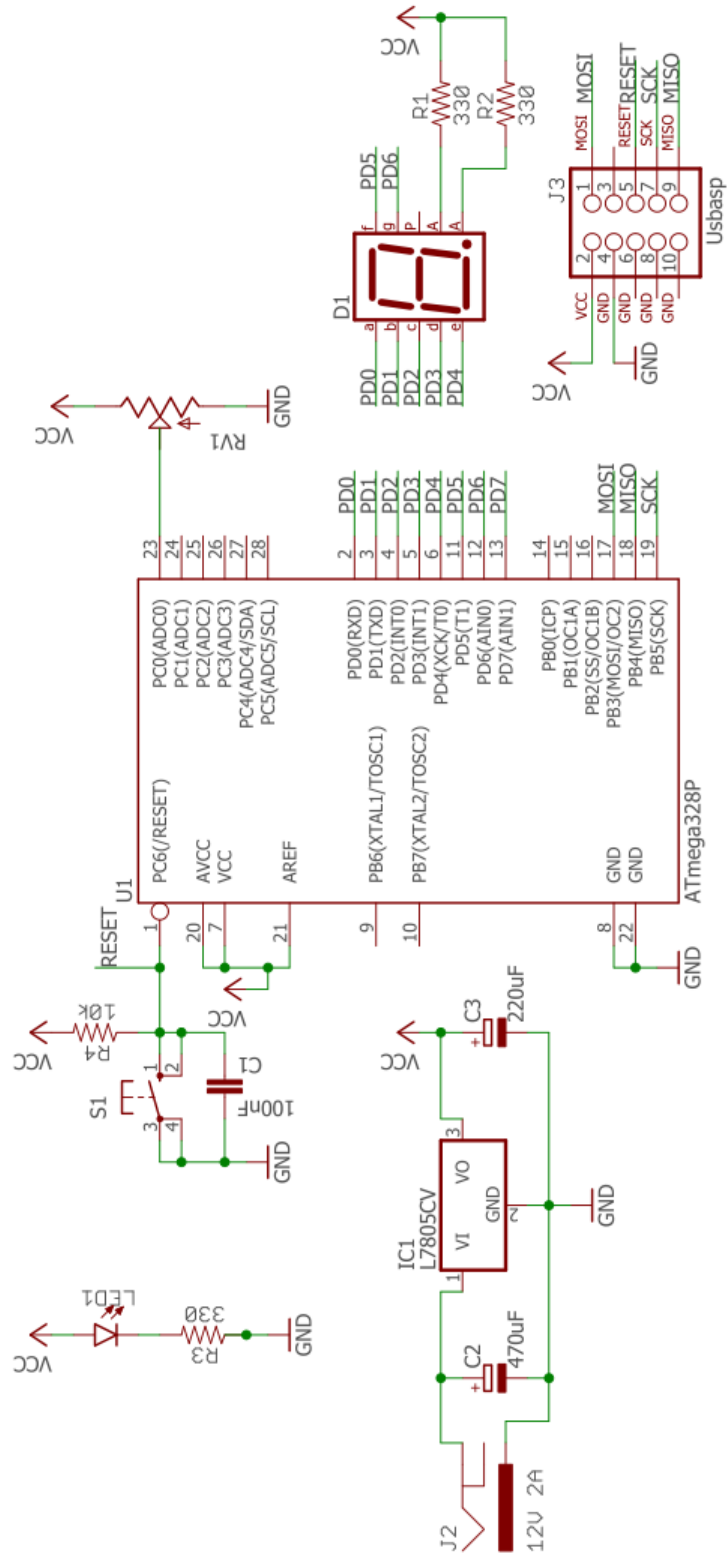

Figura 6.1: Conexión de la práctica 6.
- Conecte el diagrama de la práctica 6 de acuerdo a la Figura 6.1: